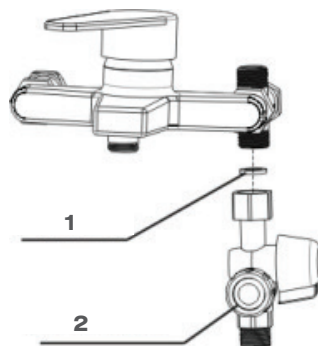

Рисунок 17. Установка обратного клапана с фильтром
- e. Во избежание попадания в умягчитель воды для душа твёрдых частиц, которые могут снизить эффективность его работы, рекомендуется установить обратный клапан с сетчатым фильтром. Установите обратный клапан с фильтром и прокладку между смесителем и трубой подачи необработанной воды. Установите прокладку как показано на рис. 17.